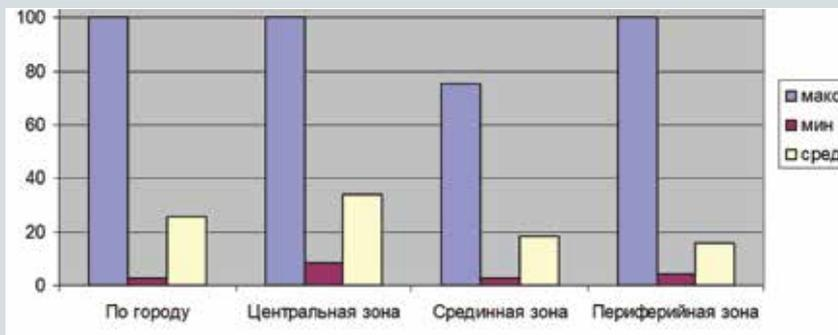

Рис. 4. Отношение общей площади подземной части к общей площади сооружения для всей базы данных подземных объектов в г. Москве
- однако в среднем по городу эта величина составляет порядка 26% (рис. 4).
Максимально активное использование подземного пространства наблюдается в центральной зоне при реконструкции или новом строительстве в сложившейся застройке в условиях дефицита, когда есть жесткие ограничения по высоте, габаритам участка, архитектурному стилю. В итоге здесь прослеживается тенденция к соотношению подземной и наземной частей примерно 1/3. В периферийных районах соответствующие показатели составляют около 16%, в срединной зоне — 18% (рис. 4).